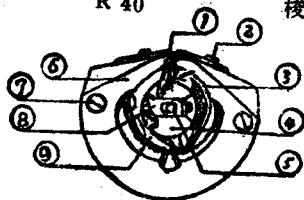

图 11
7. 梭床正面 (图11)
① 梭心套柄		梭柄 (梭子头)
② 梭床盖螺絲	S 32	梭床璜小螺絲	662
③ 摆梭托	R 39	梭架托 (元宝)	2441
④ 梭心套	R 41/8	梭子	15277
⑤ 摆梭軸		装梭軸 (梭子軸心)
⑥ 梭床 (壳)	R 85	梭床 (璜壳)	2528 (新)
⑦ 梭床螺絲	S 35	梭床螺絲	145
⑧ 梭門盖	R 44	梭門	15141
⑨ 摆 梭	R 40	梭架 (菱角)	2515